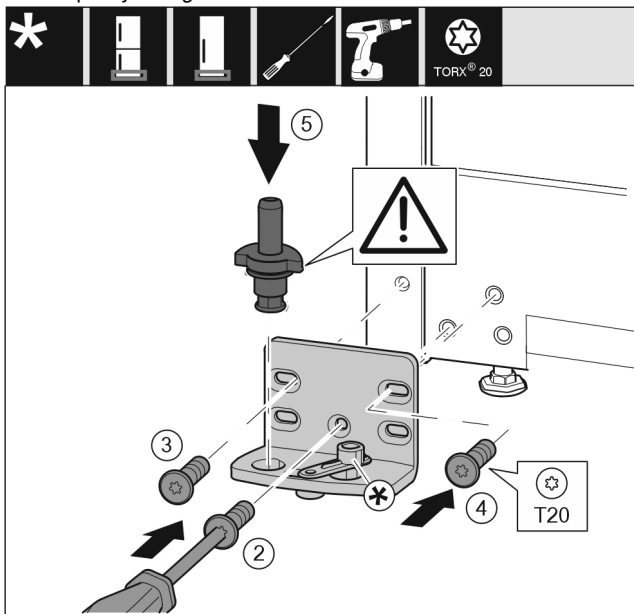

Fig. 14
- ▶ Ležajni podstavek namestite na drugo stran in privijte s pomočjo izvijača T20. Pričnite z vijakom 2 spodaj in sredini. Fig. 14 (2)
- ▶ Privijte vijaka 3 in 4. Fig. 14 (3,4)
- ▶ V celoti vstavite ležajni sornik. Pri tem pazite na to, da je zaskočni zapah obrnjen nazaj. Fig. 14 (5)